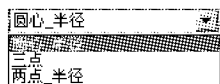
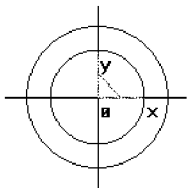

图 2-1-6 “圆”立即菜单
图 2-1-7 绘制 $\phi 20$ 和 $\phi 30$ 的圆
① 单击曲线生成栏中的“整圆”图标,或者执行【造型】|【曲线生成】|【圆】命令。
② 在立即菜单中选择【圆心_半径】,如图 2-1-6 所示,系统提示“圆心点”,单击坐标原点;此时系统提示“输入圆上一点或半径,当前半径=”,按回车键,输入“10”(直接在键盘上输入 10)并回车,即绘制 $\phi 20$ 的圆。继续输入半径“15”并回车,绘制 $\phi 30$ 的圆,如图 2-1-7 所示。右击退出“整圆”命令。